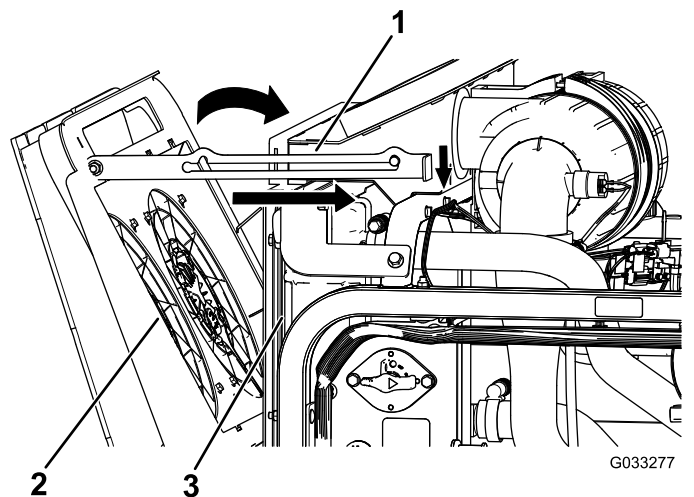

Figura 118
- Ruotate le ventole di raffreddamento del motore in avanti e bloccate l'asta di sostegno nella tacca (Figura 118).